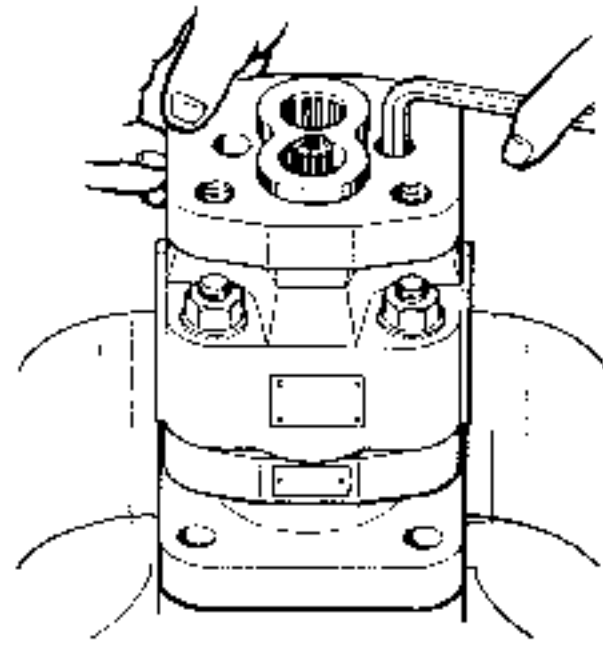

Fig. 21
18. Fasten special frame (12) with hex. socket bolts (13). (Fig. 21)
18. 六角穴付ボルト(13)で特殊フレーム(12)を固定する。(Fig. 21)